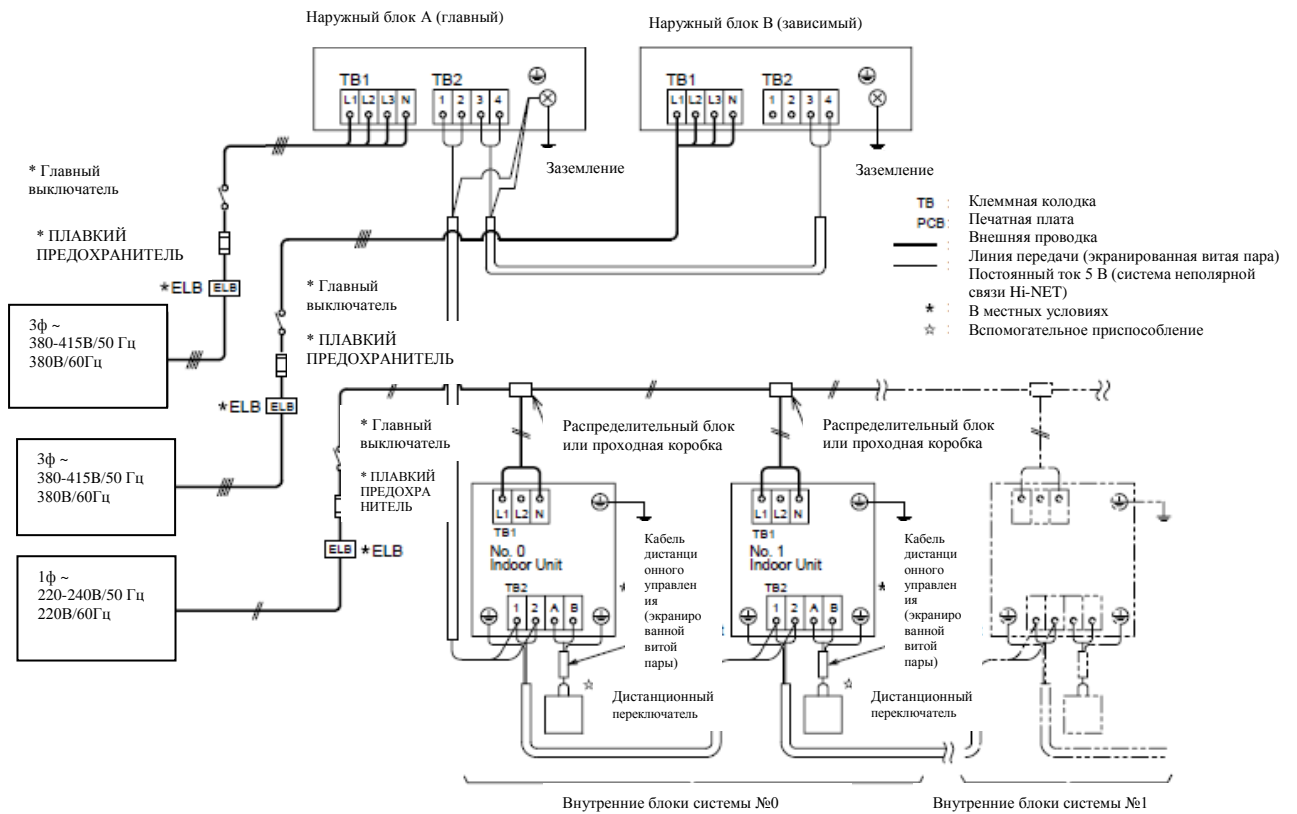

Рис. 7.2 Инструкции по электрическому соединению
- 3) Соедините внутренние и наружные блоки проводами линии передачи, как указано на Рис. 7.2.